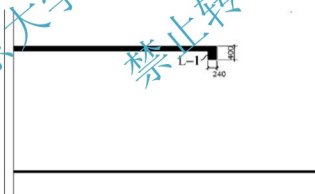

图 4.90 填充楼板并绘制梁 L-1
(4) 绘制梁 L-1: 按照图 4.90 所给的尺寸绘制梁 L-1, 并关闭【轴线】图层。用【填充】命令填充楼板和梁 L-1, 填充图案选择【其他预定义】中的【SOLID】图案选项, 同时用【编辑多段线】命令, 将地面线加粗为 80mm, 结果如图 4.90 所示。